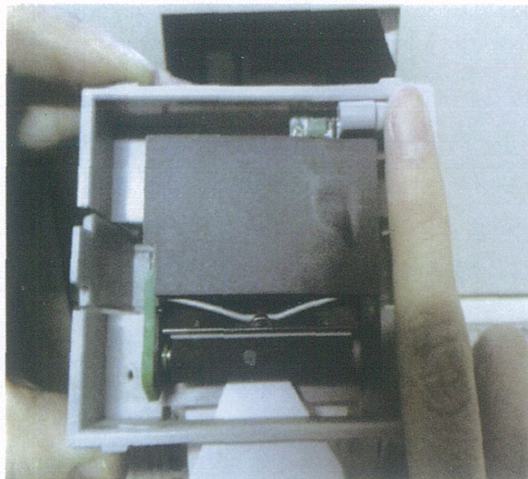

图9-21 使打印纸露出
(7) 接通打印机电源，按“SEL”，使SEL指示灯灭，然后再按“LF”键，使机头转动。这时用手将纸头送入机头下面入纸口处，纸便会进入机头，直到从机头正前方露出为止，应露出有一定长度（见图9-21）。再按“LF”键或“SEL”键，或关上电源。